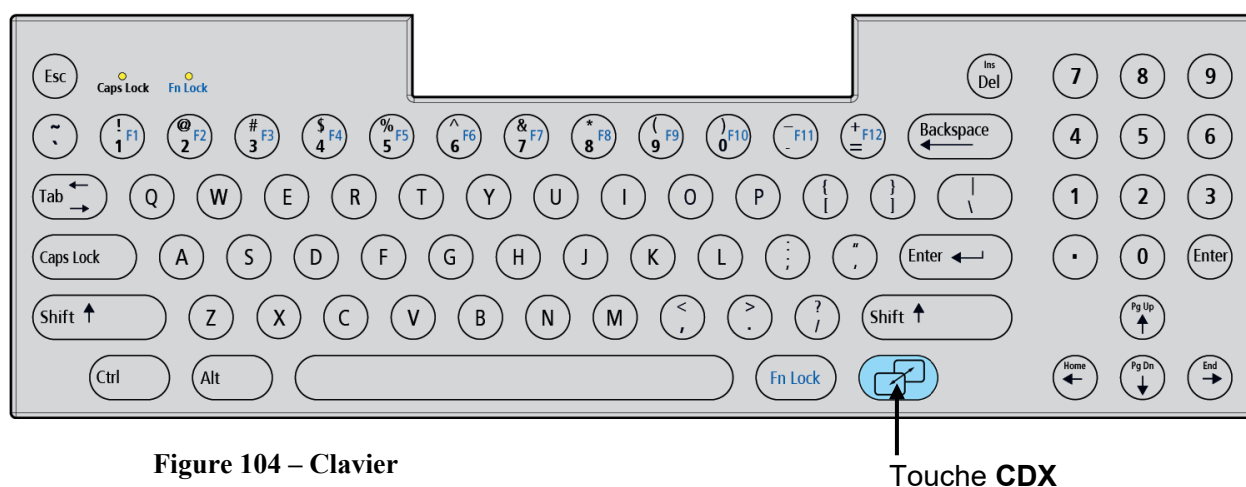

Figure 104 – Clavier
Le système CDX (système d'échanges de données cliniques) est un ordinateur indépendant intégré dans l'appareil d'hémodialyse 2008T. L'ordinateur CDX peut exécuter des programmes avec affichage à l'écran de l'appareil d'hémodialyse 2008T, avec accès par le clavier, l'écran tactile et le pavé tactile, comme tout ordinateur personnel (PC). Appuyer sur la touche **CDX** bleue (reportez-vous à la Figure 104 ci-dessous) permettra de changer l'affichage entre Dialyse/SLED et CDX.
1. Appuyez sur la touche **M/A** de l'appareil d'hémodialyse 2008T pour le démarrer. À l'écran « Sélectionner Programme », appuyez sur la touche **CDX** bleue au clavier (reportez-vous à la Figure 104). Le système CDX sera affiché.